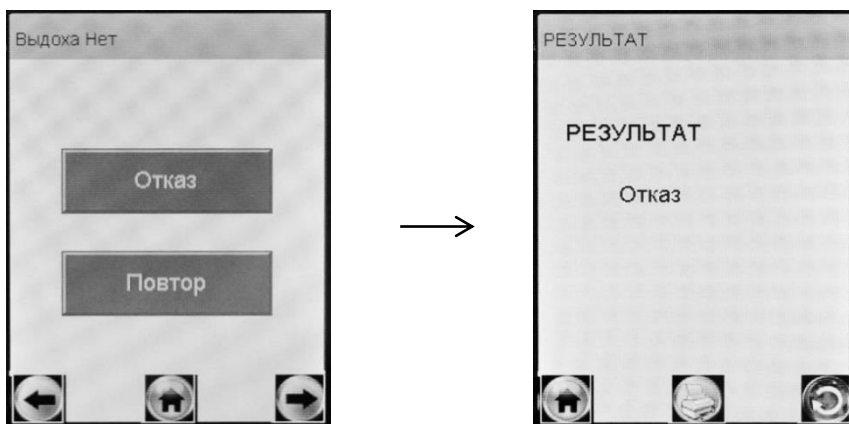

Рисунок 21 – Результат «Отказ от измерений»
2.10.1 Если при выполнении 2.8.12 настоящего РЭ выдох не был сделан своевременно, то окно готовности к отбору пробы «Дуйте» сменится окном «**Выдоха нет**» (рисунок 21, слева).
2.10.2 В случае отказа обследуемого от проведения измерений (обследуемый отказывается делать выдох) в анализаторе предусмотрена возможность прервать процедуру измерений, зафиксировав при этом факт отказа от измерений (если в этом имеется необходимость). Для этого нажмите на виртуальную кнопку «**Отказ**» – на экране появится сообщение об отказе от измерений (рисунок 21, справа).